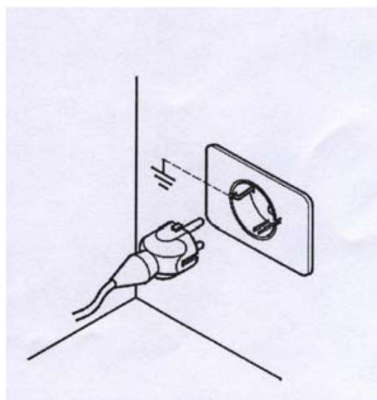

Figura 12. Ștecherul alimentării centralei
- Conectați centrala la o priză care are împământare. Figura 12,